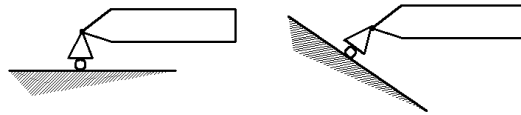

Рис. 4
- Если связь тела осуществляется при помощи подвижного шарнира, то реакция направлена перпендикулярно к опорной поверхности (рис. 4).